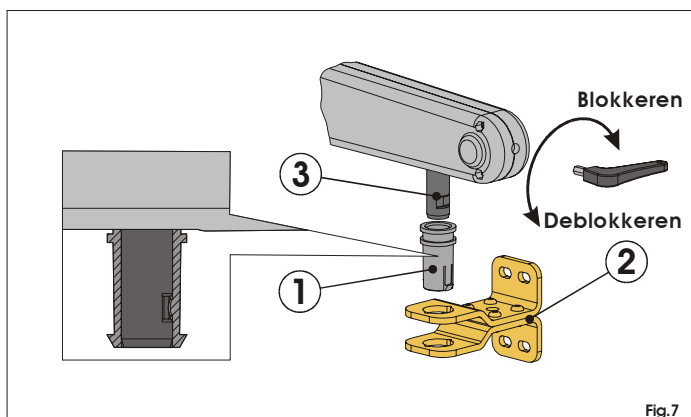

Fig.7
- Controleren of de spil (Fig. 7 Ref. 3) helemaal in de voorkant van de aandrijving zit; als dit niet zo is, de ontgrendelsleutel (Fig. 7) helemaal naar rechts draaien.
- Draai de ontgrendelsleutel 6-7 slagen met de klok mee, zoals aangegeven op Fig. 7.
De bus (Fig. 7 Ref. 1) in de voorste bevestiging (Fig. 7 Ref. 2) steken. Het stopmechanisme op de bus moet samenvallen met de groef in de spil van de aandrijving. De spil (Fig. 7 Ref. 3) in de bus steken.